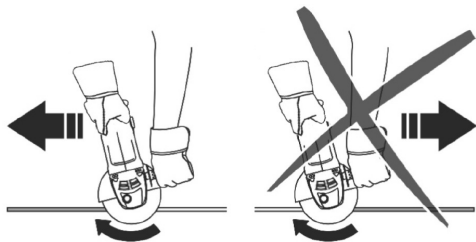

Fig. 9 – Sentido de corte correto
- O corte deve ser realizado conforme mostra a Fig. 9.